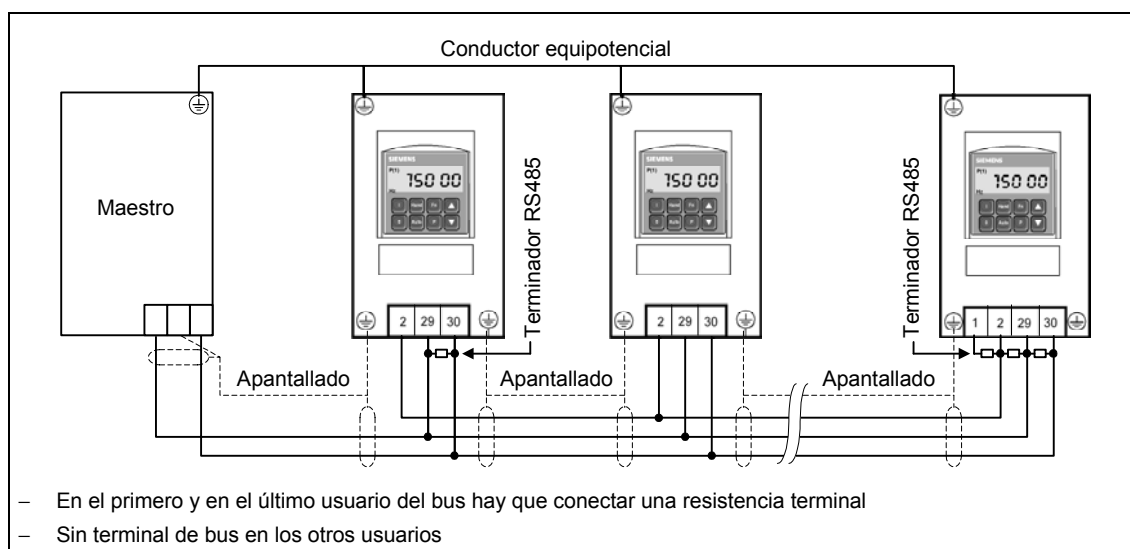
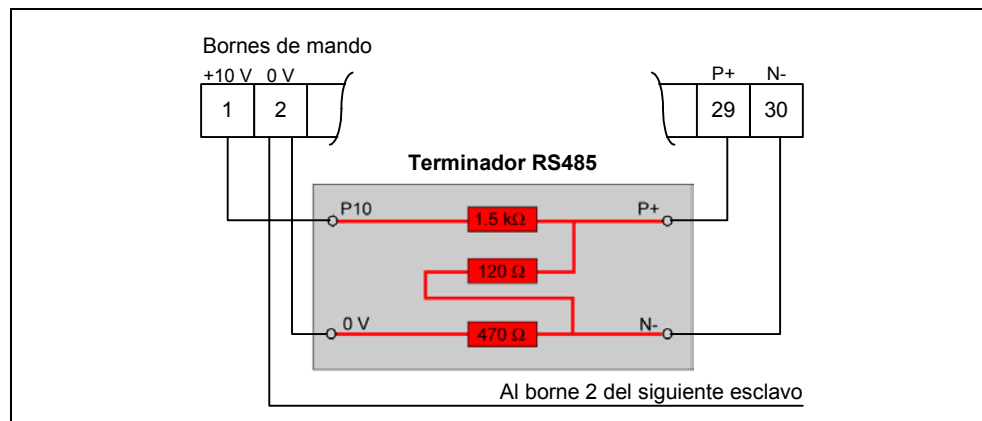

Figura 3-47 Conexión del bus USS
Figura 3-48 Dispositivo terminal RS485
2. Una resistencia terminal en cada extremo del bus entre P+ y N- (véase Figura 3-48)
Si el convertidor es el último esclavo en el bus (véase Figura 3-47), se tienen que enlazar P+ y N- del enchufe terminal RS485 con los bornes de la interface RS485 (véase Figura 3-48). Para la alimentación se conectan P10 y 0 V al borne 1 y 2. Si el convertidor es el primer esclavo hay que finalizar el bus solo con P+ y N-.